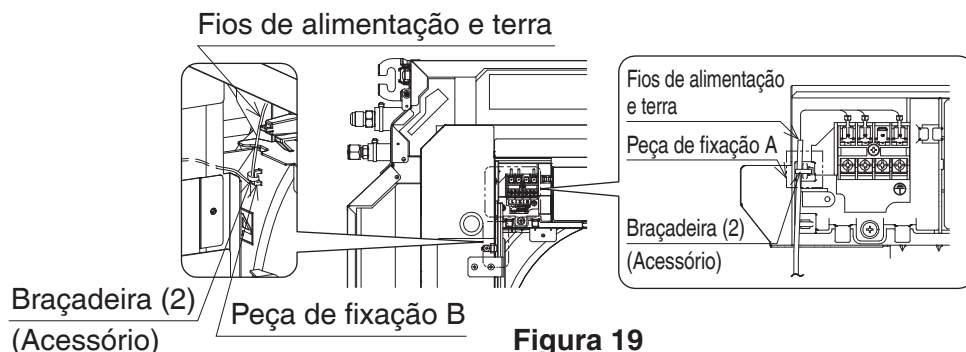

Figura 19
4. Agrupe os fios de alimentação (preto e branco) e o fio terra (verde ou amarelo), fixe-os à peça A dentro da caixa de controlo da unidade interior e fixe a peça B à boca da unidade com braçadeiras (2). (Ver **Figura 19**). No entanto, se utilizar cablagens vendidas separadamente, prende-as juntos na peça de fixação B.